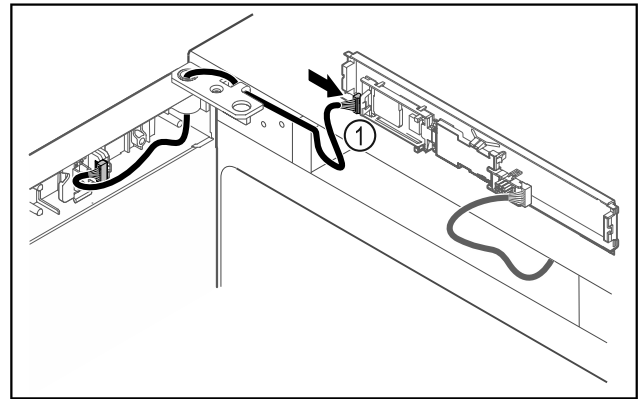

Fig. 47
- ▶ Wtyczkę Fig. 47 (1) należy podłączyć do płytki drukowanej.